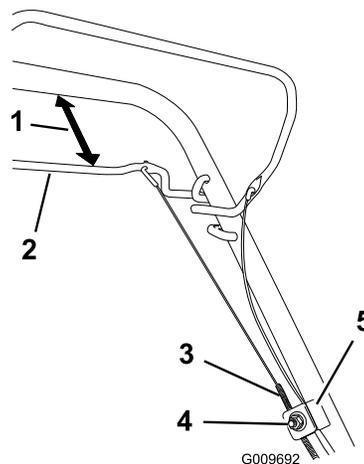

Figura 32
1. Desaperte porca de suporte do cabo (Figura 32).
2. Segure na alavanca autopropulsora a 25 a 38 mm do manípulo (Figura 32).
3. Puxe o invólucro do cabo (para máquina) até não haver folga no cabo (Figura 32).